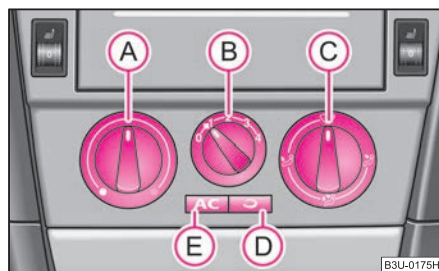
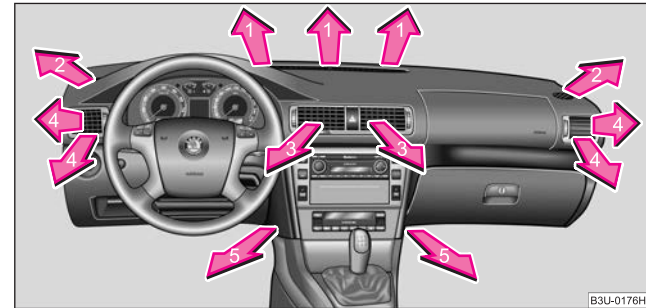
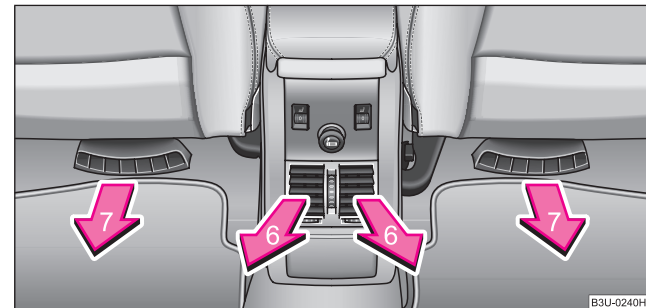

Fig. 106 Climatizzatore:
Fig. 107 Bocchette di ventilazione anteriori
Fig. 108 Bocchette di ventilazione posteriori
Il climatizzatore funziona se l'interruttore  ⇒ pag. 91, fig. 106  è premuto e se risultano soddisfatte le seguenti condizioni:
- Ruotare la manopola **A** ⇒ fig. 106 in senso orario per aumentare la temperatura.
- Ruotare completamente la manopola **A** ⇒ fig. 106 in senso orario.
- Aprire le bocchette 4 ⇒ pag. 93, fig. 107 e orientarle verso il cristallo laterale. ►
- Ruotare completamente la manopola **(A)** → pag. 91, fig. 106 in senso antiorario.
- Aprire le bocchette **3** e **4** → pag. 93, fig. 107,
- Premere l'interruttore  ⇒ pag. 91, fig. 106, il simbolo  dell'interruttore si illumina.
Se la manopola  ⇒ pag. 91, fig. 106 si trova in posizione , il ricircolo si disinserisce automaticamente e/o non può essere inserito.
Il flusso d'aria delle bocchette di ventilazione si regola con la manopola  ⇒ pag. 91, fig. 106. Le bocchette **3** e **4** ⇒ pag. 93, fig. 107 e **6** ⇒ pag. 93, fig. 108 si possono regolare anche singolarmente.
Dalle bocchette di ventilazione aperte fuoriesce, a seconda della posizione della manopola  ⇒ pag. 91, fig. 106 e a seconda delle condizioni climatiche, aria non riscaldata o raffreddata.
Le bocchette nel vano piedi posteriore **7** si regolano insieme alle bocchette **5**. Portare la manopola di distribuzione  ⇒ pag. 91, fig. 106 in posizione . ■